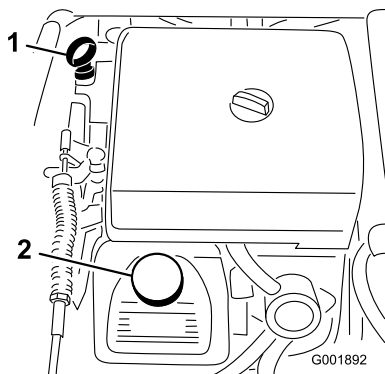

Figura 49
2. Retire la varilla y límpiela con un paño limpio (Figura 49). Introduzca la varilla en el tubo asegurándose de que entre a fondo. Retire la varilla y compruebe el nivel de aceite.
3. Si el nivel de aceite es bajo, retire el tapón de llenado de la cubierta de la válvula (Figura 49) y vierta aceite por el orificio hasta que el nivel de aceite llegue a la marca Lleno de la varilla. Añada el aceite lentamente y compruebe el nivel a menudo durante este proceso. No llene demasiado.
8. Agregue lentamente un 80% de la cantidad especificada de aceite por el tubo de llenado (Figura 49).